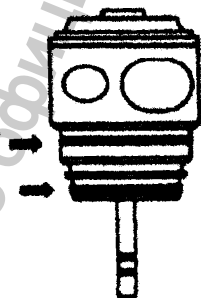

Рис. 13
- Убедитесь, что все прокладки находятся в нужном месте картриджа. (Рис. 13)